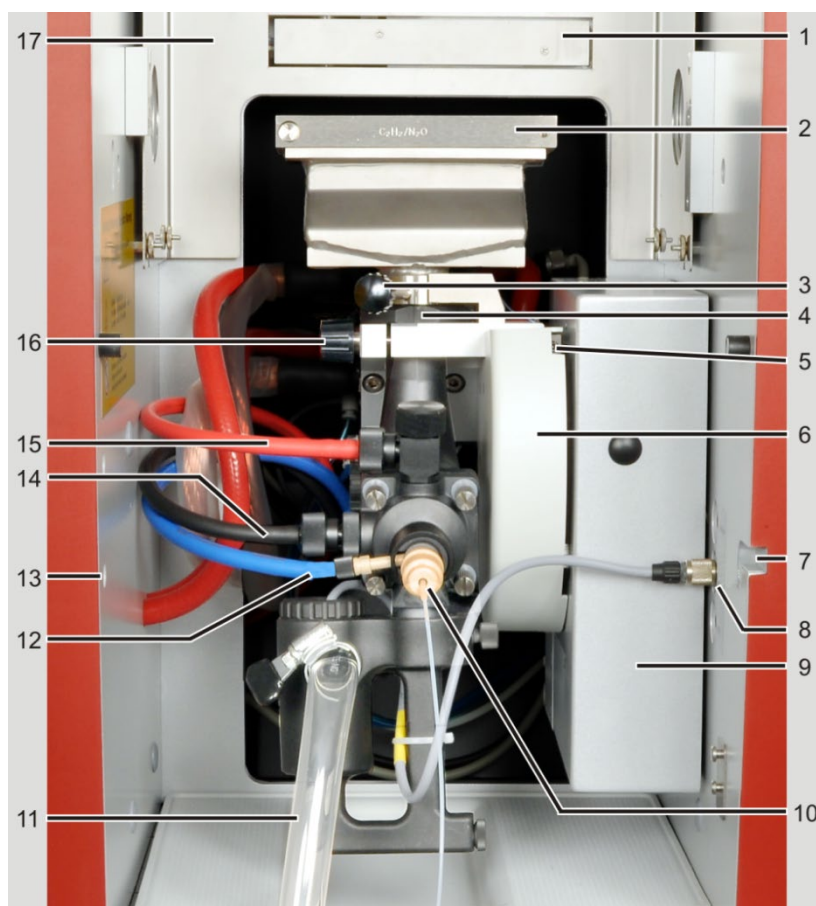

Fig. 41 Raccordements du système brûleur/nébuliseur
7. Insérer la fiche du capteur de siphon dans le raccord prévu sur la paroi droite du compartiment à échantillons (3 sur Fig. 41 p.66).
1. Accrocher le passeur d'échantillon dans les logements correspondants du compartiment à échantillons (2, 6 dans Fig. 41 p.66).